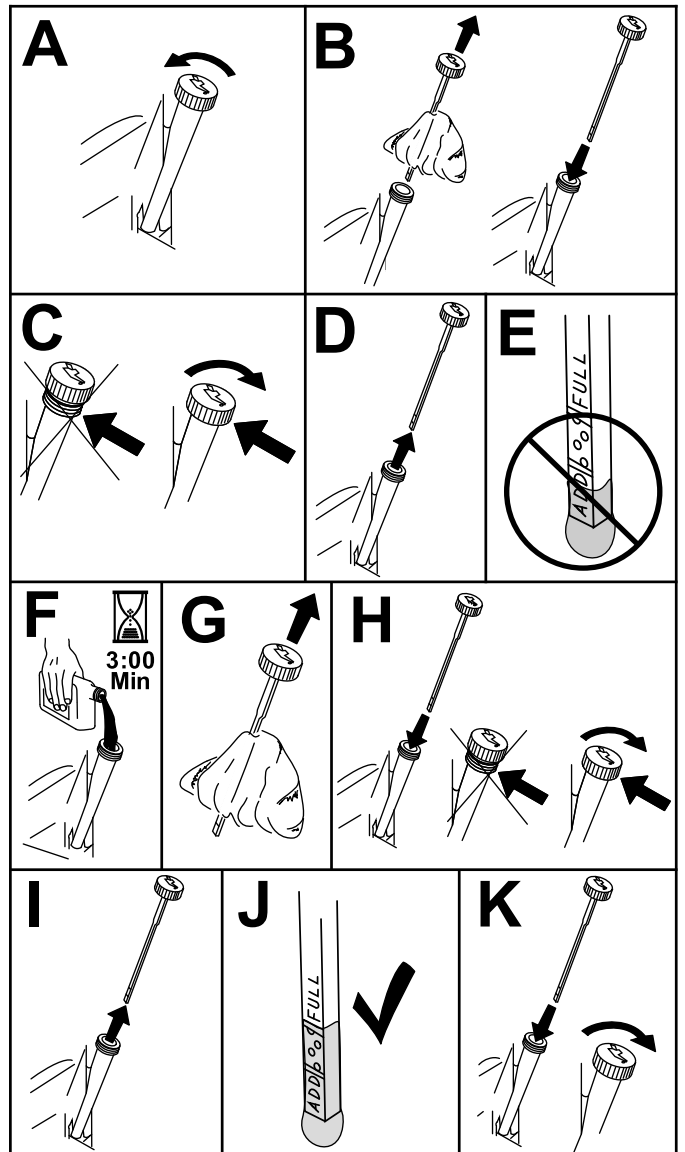

Bild 32
3. Prüfen Sie den Ölstand im Motor, siehe (Bild 32).